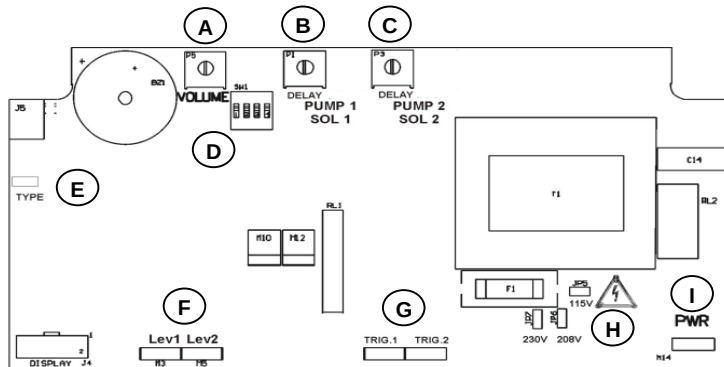

Abbildung 2
2.3.1 Hauptspeisung (Abbildung 2)
- Stellen Sie am Jumper J des Schaltkreises (Abbildung 2) die gewünschte Spannung ein, bevor Sie die Speisung anschließen.
- Verbinden Sie die Kabel der Hauptstromquelle mit den entsprechenden Leitungskabeln (Abbildung 2).
- Verbinden Sie die Kabel der Klemmen des Schwimmerschalters (Zubehör) mit der Klemme (LEV-1/2) des Schaltkreises (Abbildung 2).
Sobald ein Alarm auftritt, leuchtet die zweifarbige LED rot und der Summer ertönt. Es ist erforderlich, eine Füllstandsonde anzuschließen (Abbildung 2).